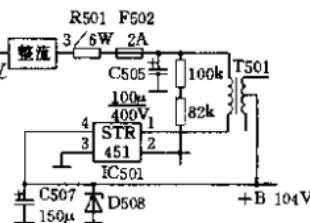

图 2
答:该机电源的部分电路如图 2 所示。由图可见,要找到烧 F502 的原因是不难的。在电源
答:所述情况确实较为常见。这几种厚膜电路均采用4脚(外壳为1脚)金属圆壳封装结构,其①、②、③、④脚分别为C、E、G、B脚,C、E、G、B脚标注主要依据厚膜块内的大功率开关管的c、e、b三个极与集成块引脚间的连接关系,例如e极与②脚连接,则③脚便是E脚等。G脚是厚膜块的取样端。有些资料中将E、B或C、E等脚标错,按此连接会使开关电源不工作或引起烧管故障。《无线电》1989年第9期第43页上的图2有这几种厚膜集成块的正确电路及外形,可供连接时参考。